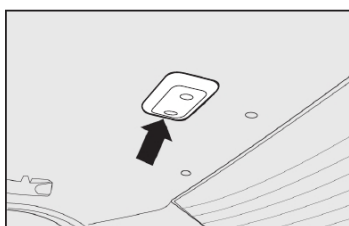

fig. 54
2) Para substituir a lâmpada da luz de posição / freio, girar no sentido anti-horário a tampa porta-lâmpadas **A-fig. 54**, empurrar levemente a lâmpada e girá-la no sentido anti-horário. Em seguida, substituir a lâmpada e recolocar a tampa porta-lâmpada, girando-a no sentido horário.
1) com uma chave de fenda no ponto indicado pela seta - **fig. 54** remover o conjunto da luz interna montado a pressão;